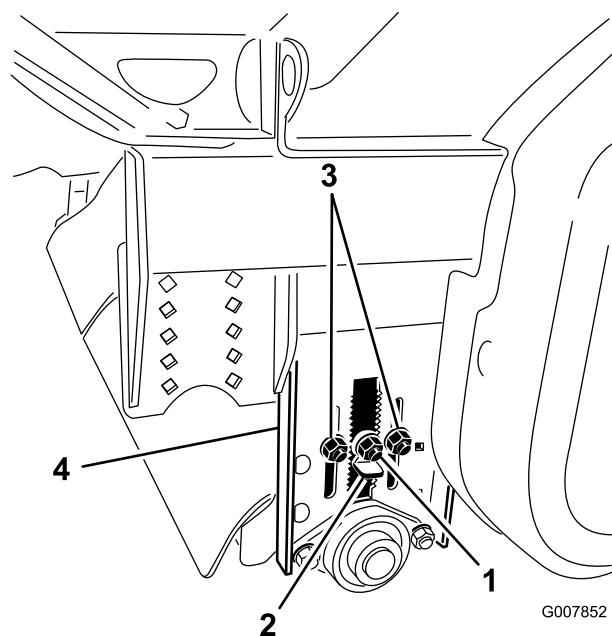

Рисунок 30
1. Перед выравниванием установки переработки керна убедитесь, что высота подъема щетки и высота заднего валика отрегулированы на требуемую высоту скашивания (Рисунок 30). Если установка переработки керна оборудована новой щеткой, то для установки заднего валика на правильную высоту скашивания можно воспользоваться таблицей регулировки заднего валика.